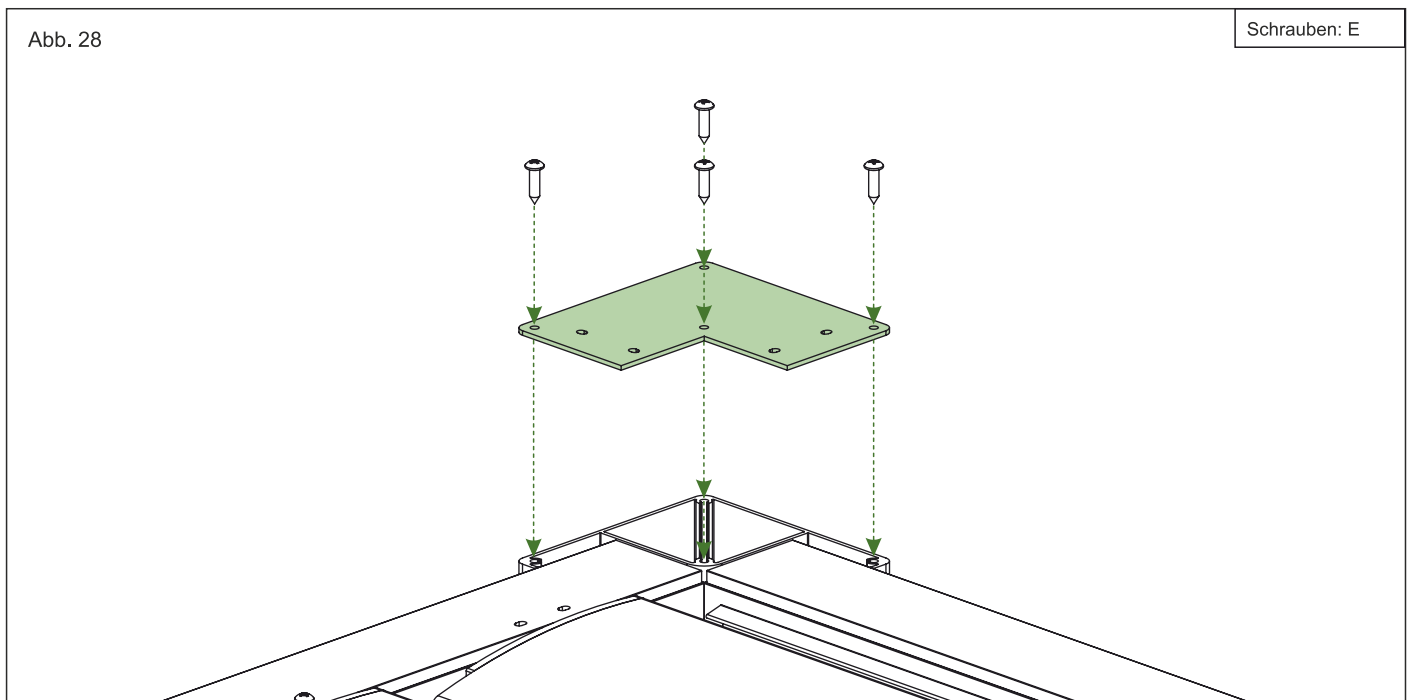

Abb. 28
14.1. Jede Pfostenabdeckung wird mit 4 Stück (E) ST 4,2x16 Kreuzschlitzschrauben mit selbstschneidendem Gewinde am Pfosten befestigt. Siehe Abb. 28.